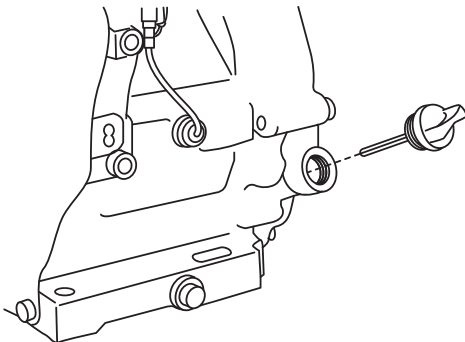

Рис. 5 Крышка-щуп маслосазливной горловины
2. Выкрутите крышку-щуп маслосазливной горловины и извлеките щуп (Рис. 5).